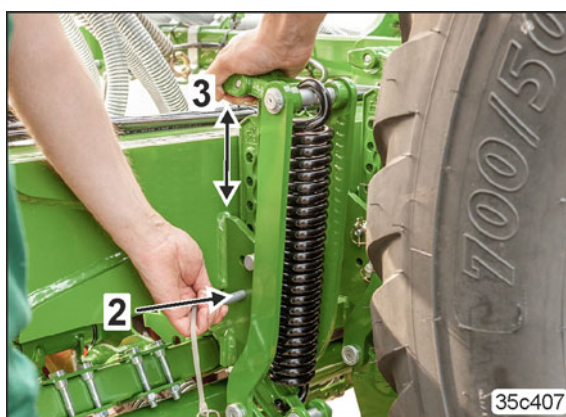

Fig. 198
3. Dezasigurați bolțurile (Fig. 198/2), țineți afânătorul de urmă de mâner (Fig. 198/3), îndepărtați bolțurile și aduceți adâncimea de lucru în poziția de lucru dorită.
4. Introduceți bolțurile (Fig. 198/2) și asigurați-le cu șplinturi.